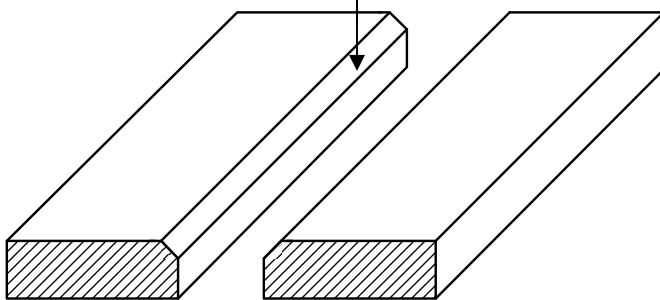

figure 1
- ❑ **PREPAREZ** les pièces à souder (voir figure 1 et 2).
- ❑ **REALISEZ**, sur un poste de soudure électrique à l'arc, l'assemblage des deux pièces (figure 1 et 2).
✓ **Figure 1 :**